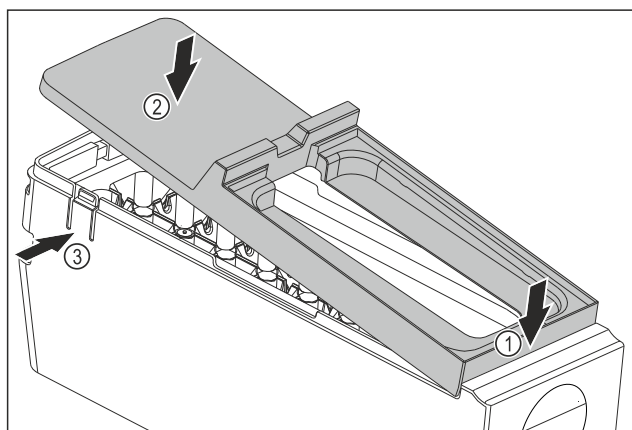

Fig. 108
- ▶ Montare la copertura del corpo dell'EasyTwist-Ice: Applicare la copertura sul davanti. *Fig. 108 (1)*
- ▶ Abbassare la copertura sul retro. *Fig. 108 (2)*
- ▶ La copertura si innesta in entrambe le linguette *Fig. 108 (3)* in modo udibile.